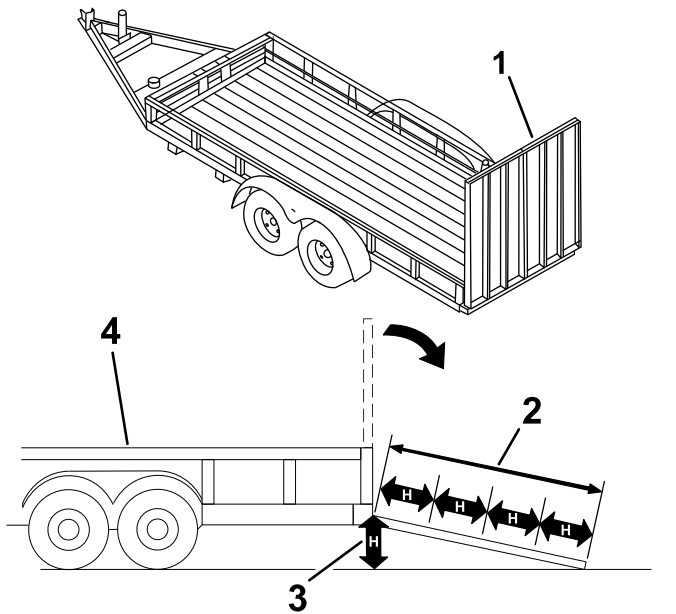

Figura 22
Cargar una máquina en un remolque o un camión aumenta la posibilidad de un vuelco y podría causar lesiones graves o la muerte (Figura 22).
3. Baje la rampa (Figura 22).